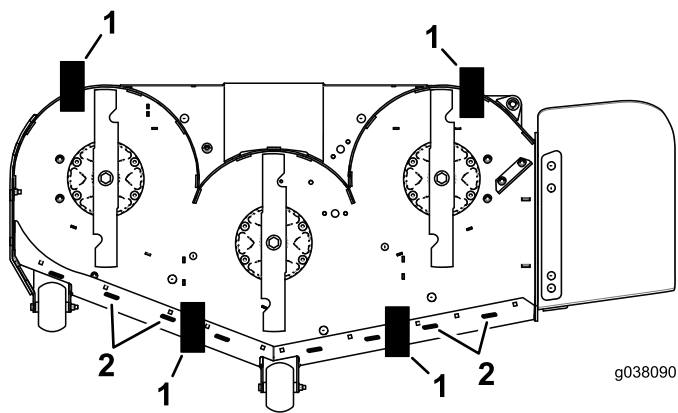

Bild 88
11. Legen Sie zwei Blöcke (siehe Blockhöhen- und Rechentabelle) unter die hintere Kante des Mähwerks, einen Block an jeder Seite des Mähwerks (Bild 88).